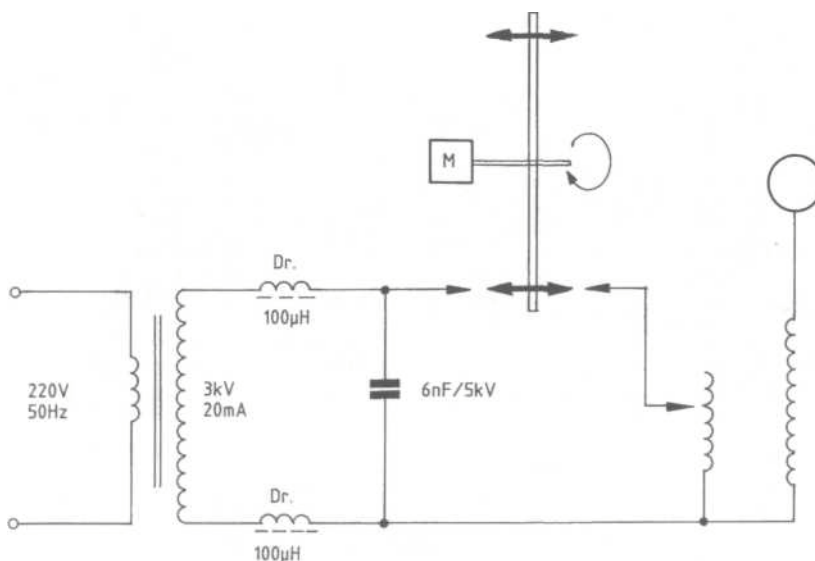
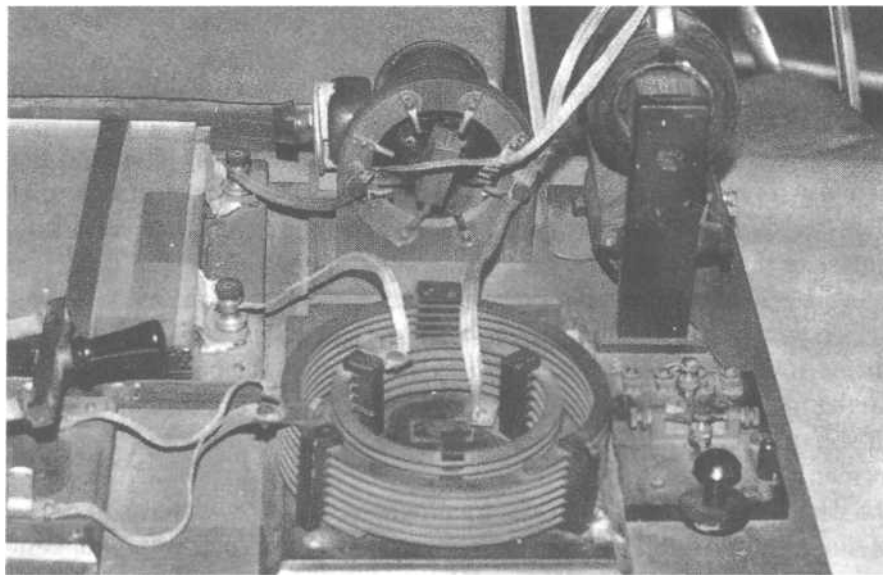

Abb. 70: Netzbetriebener Tesla-Generator mit rotierender Funkenstrecke
Abb. 71: Alter Funkensender mit rotierender Funkenstrecke
*Abb. 70* zeigt einen netzbetriebenen Tesla-Generator mit rotierender Funkenstrecke. In *Abb. 71* wird ein alter Funkensender mit einer rotierenden Funkenstrecke betrieben.